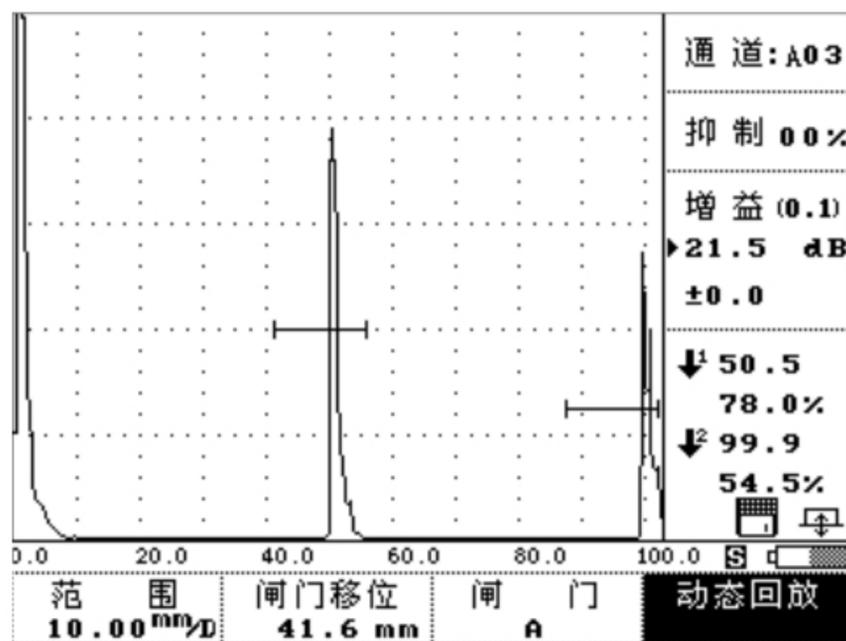

图 4-5-2
- ① 按  键或转动旋钮到  栏单击旋钮进入检测状态后，再按与动态回放栏相对应的  键或转动旋钮到  栏单击旋钮，仪器滚出提示输入信息；如图 4-5-2 所示